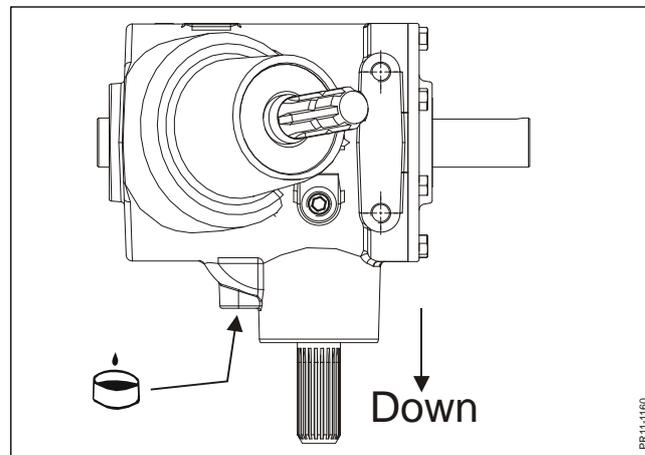

Abb. 4-8
- Abb. 4-8 Ölwechsel:** Erster Ölwechsel nach 50 Betriebsstunden – danach alle 500 Betriebsstunden oder mindestens einmal pro Jahr.